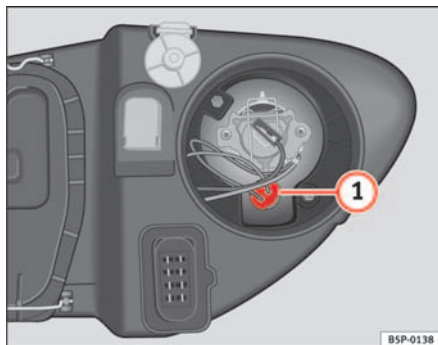

Abb. 169 Standlicht
- Die Fassung ⇒ Abb. 169 (1) herausnehmen.